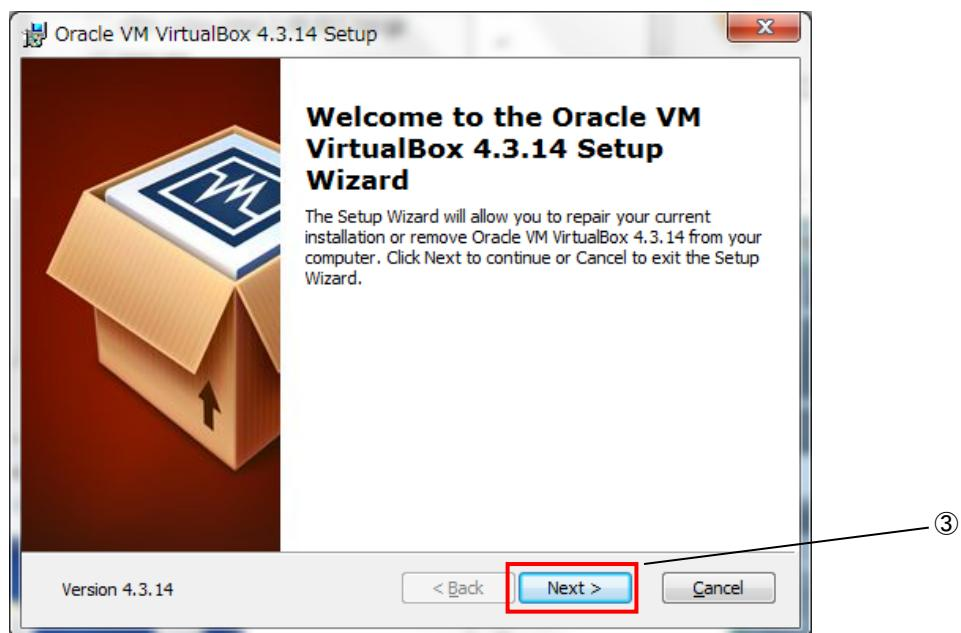

図 3-2-3-2. ダウンローダー起動後の画面
- ④ 図3-2-3-3のカスタムセットアップ画面に変わります。ここではVirtualBoxに追加するプラグイン機能を選択します。
- ⑤ [Next>]をクリックします。